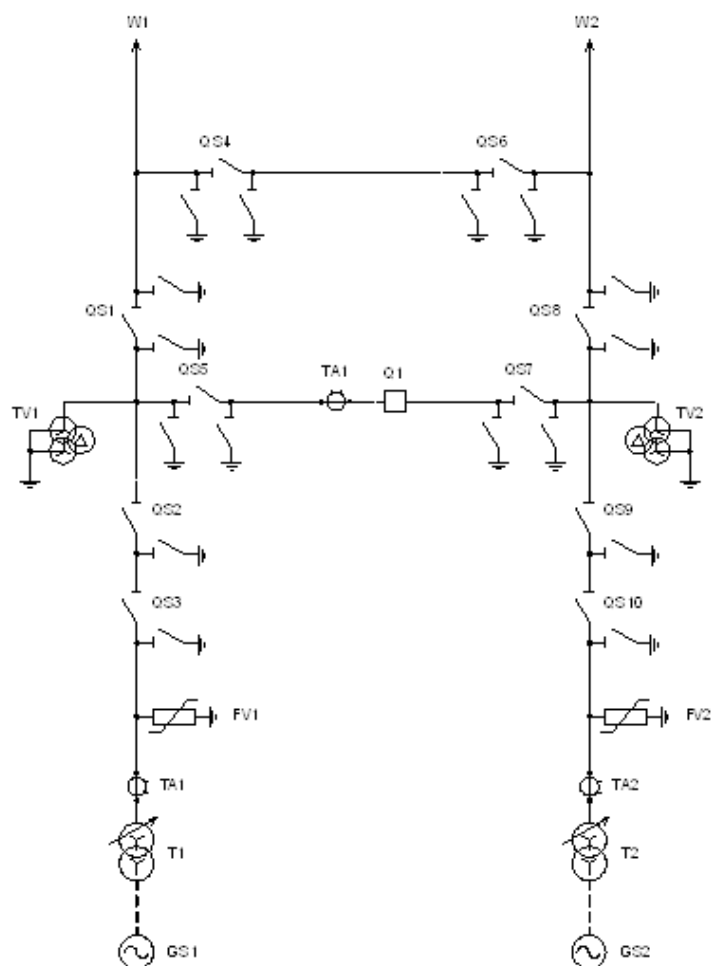

Рисунок 3.1 – Электрическая схема соединений РУ «мостик с выключателем в перемычке и отделителями в цепях трансформаторов»
4. Соберите схему (рисунок 3.1).